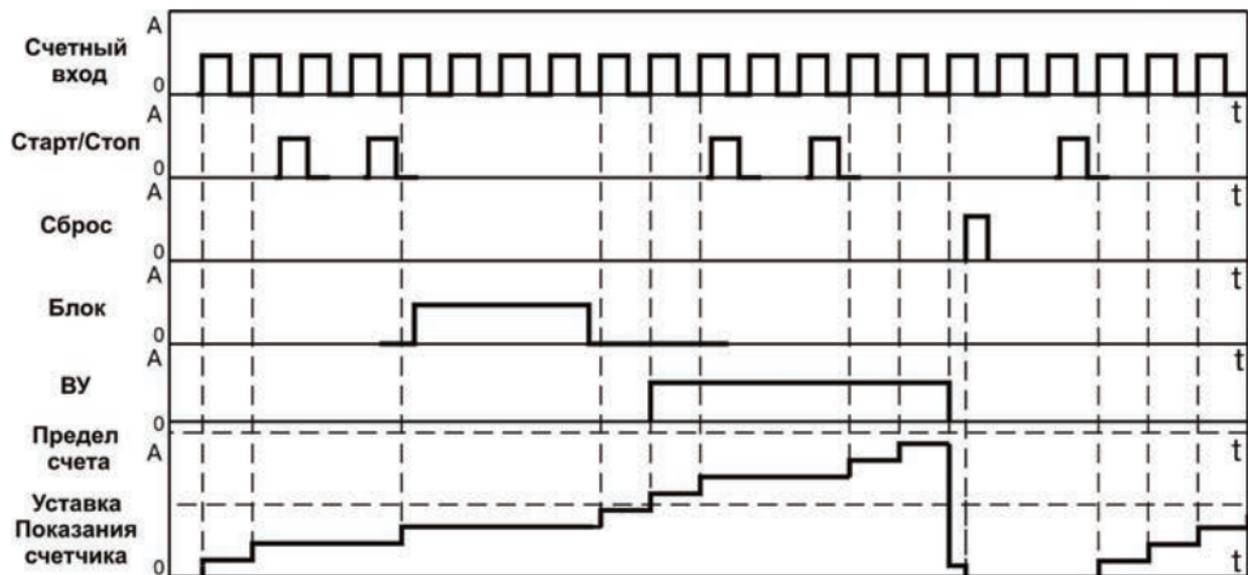

Рисунок 3.11
- тип работы по сигналу «Сброс» – «Сбросить счетчик и ждать сигнала «Старт» ($rSt = StOP$) (рисунок 3.11).